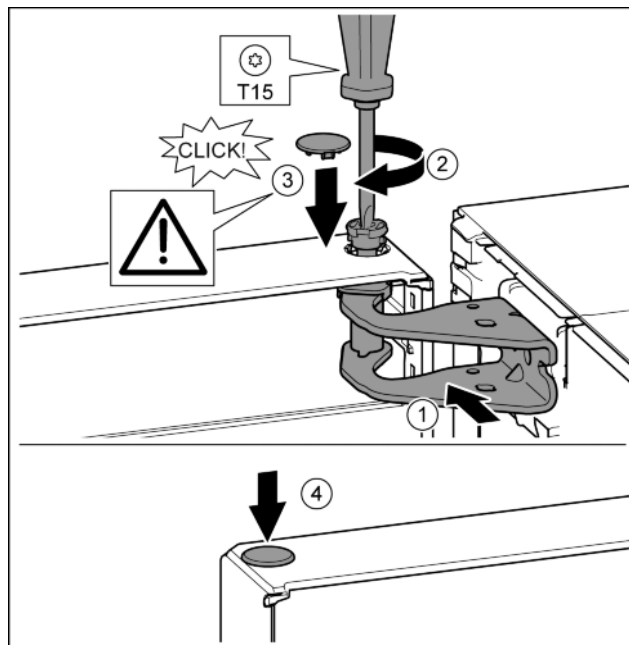

Fig. 21
- Wyrównać drzwi u góry względem otworu w płycie zawiasu. Fig. 21 (1)
- Założyć sworzeń i dokręcić śrubokrętem T15. Fig. 21 (2)
- Zamontować osłonę bezpieczeństwa w celu zabezpieczenia drzwi: Włożyć osłonę zabezpieczającą i sprawdzić, czy przylega ona do drzwi. Ponadto założyć cały sworzeń. Fig. 21 (3)
- Założyć zatyczkę. Fig. 21 (4)